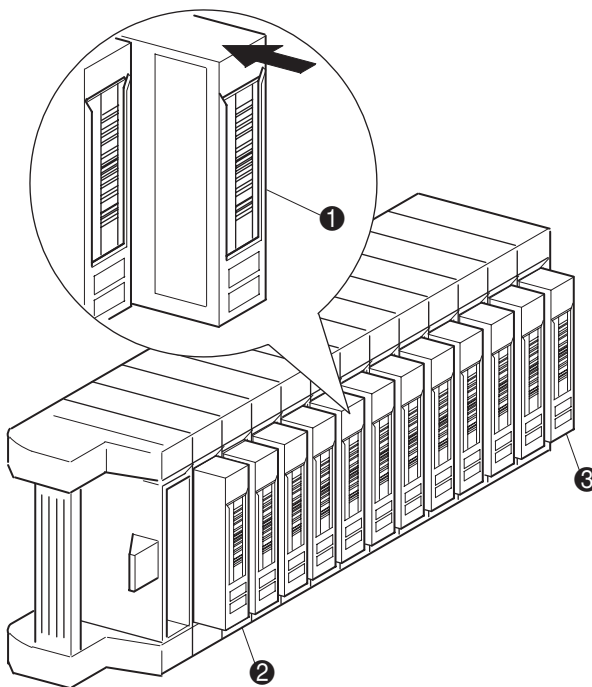

Figura 4-7. Caricatore a nastro sinistro con la cartuccia a nastro installata
Nella Figura 4-7 è illustrato un caricatore sinistro completo. Si noti che lo slot della cartuccia a nastro con il numero più piccolo ❷ è quello più vicino al lato anteriore del caricatore.